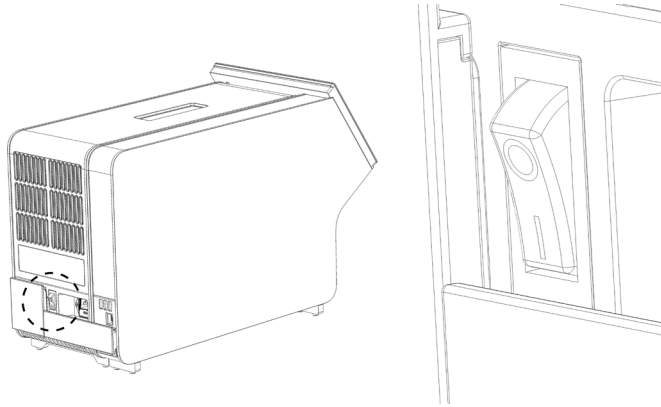

图 21. 找到电源开关并将其设置到 “I” 位置。
10. 将分析模块背侧电源开关按到“1”位置打开仪器（下一页图 21）。检查分析和运行模块的状态指示灯是否为蓝色。